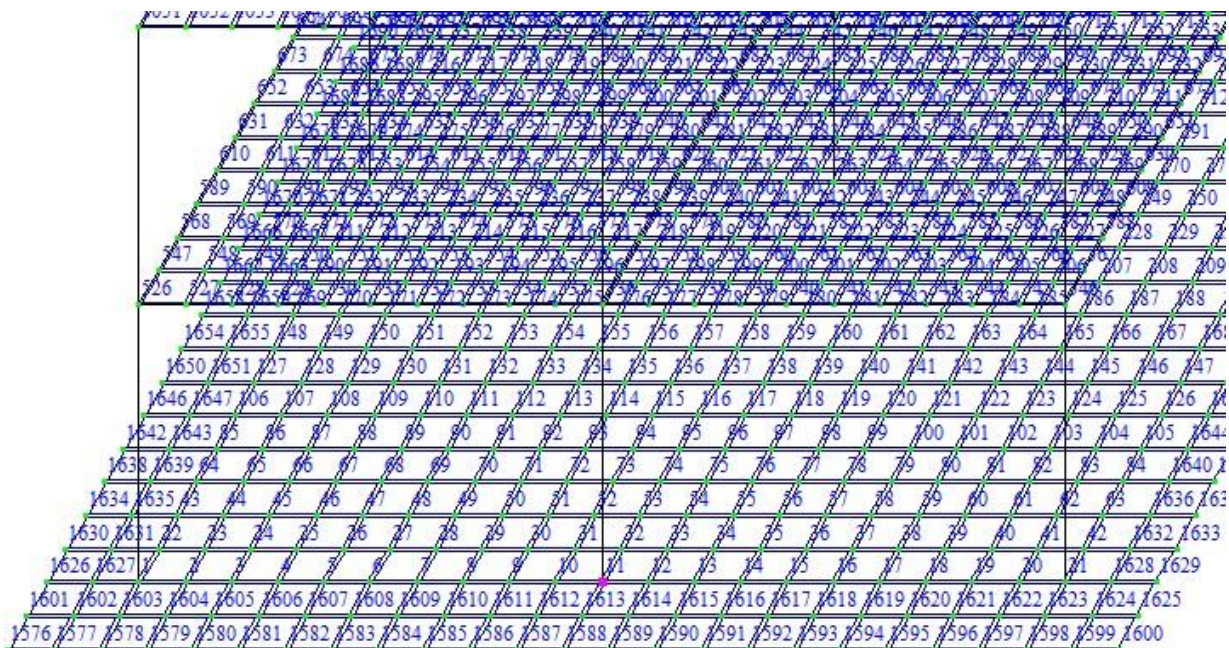

Рис. 11.6. Вузол №11
- Вкажіть курсором на вузол № 11 (рис. 11.6) (вузол забарвився в малиновий колір і в діалоговому вікні відобразилися його координати).